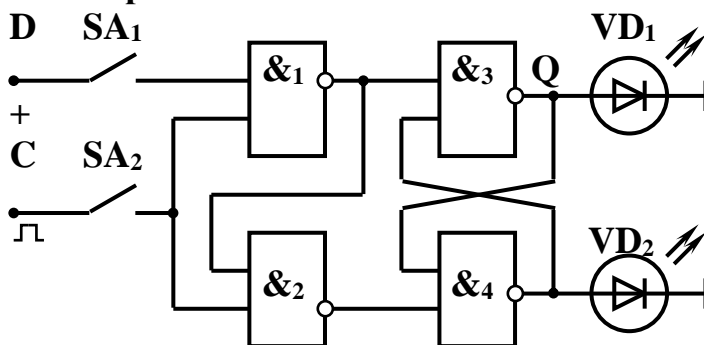

Рисунок 1
1. Составляем техническое описание электрической схемы цепи (рисунок 1) и предъявляем ее для проверки преподавателю.